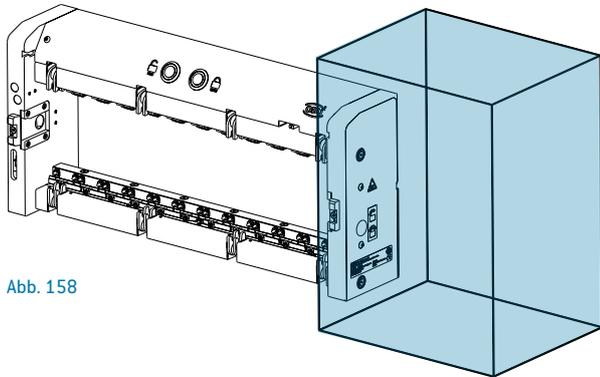

Abb. 158
- ▶ Um die Notentriegelung betätigen zu können, muss bereits bei der Konstruktion darauf geachtet werden, dass ein gewisser Bereich an der Seite des Receivers frei zugänglich ist! (Abb.158)